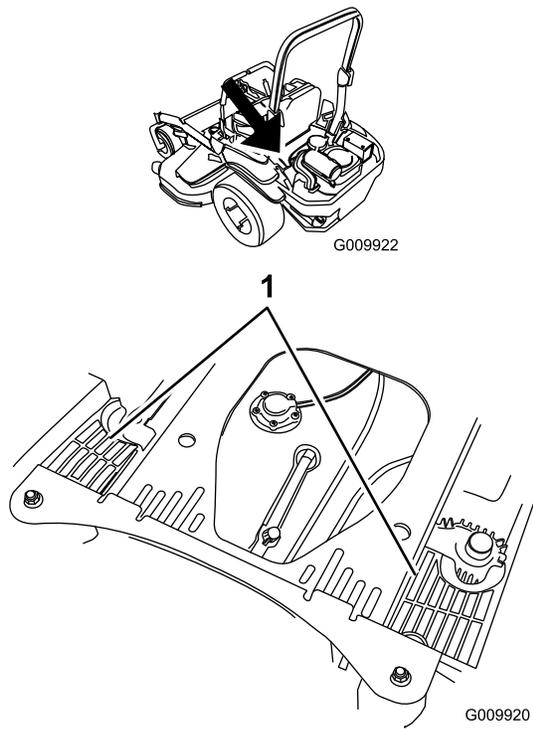

Figure 71
4. Débarrassez les carénages de l'unité hydraulique de l'herbe et des débris accumulés (Figure 71).